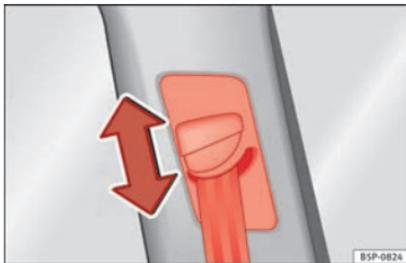

Fig. 12 Ubicación del regulador de la altura del cinturón.
- Presione el dispositivo de reenvío en la zona superior y manténgalo en esta posición » fig. 12.